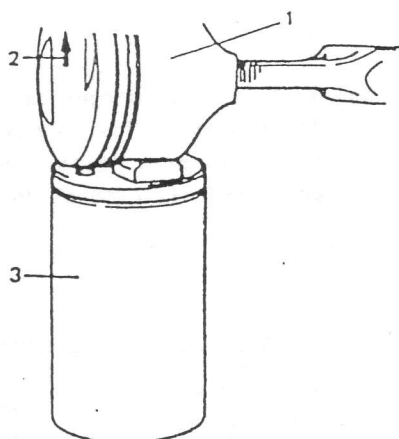
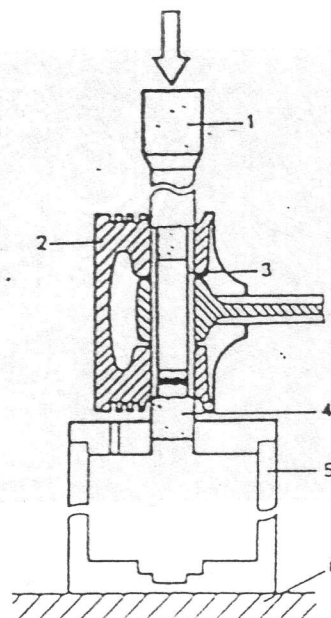

Fig. 3-4-36
Fig. 3-4-37
- Desmonte los clips de fijación del bulón y extraiga éste apoyando el pistón sobre las herramientas especiales (Fig. 3-4-36) y (Fig. 3-4-37).